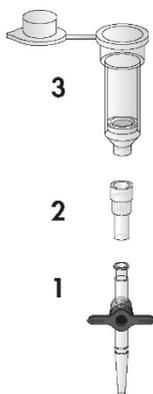

图 2. 组装 QIAamp DSP DNA Blood Mini Kit 的组件，以便对样本进行真空处理。 (1) VacValve，(2) VacConnector (VC)，和 (3) QIAamp Mini 离心柱。
请确保您已正确设置 QIAamp Mini 离心柱、VacConnector (VC) 和 VacValve（参见图 2）。